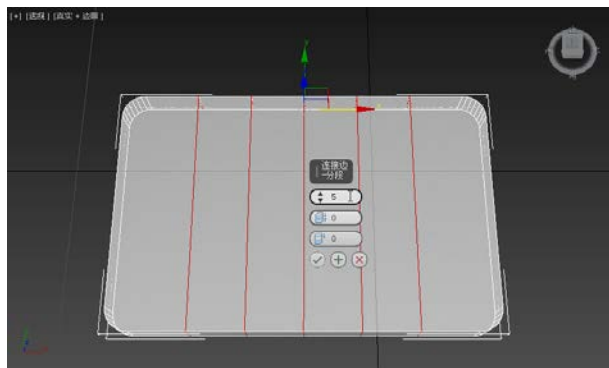

图 3-2-7 连接 (1)
STEP 07 右击，在弹出的快捷菜单中单击【连接】命令左侧的按钮，设置【连接边-分段】为【5】，单击【确定】按钮，如图 3-2-7 所示。